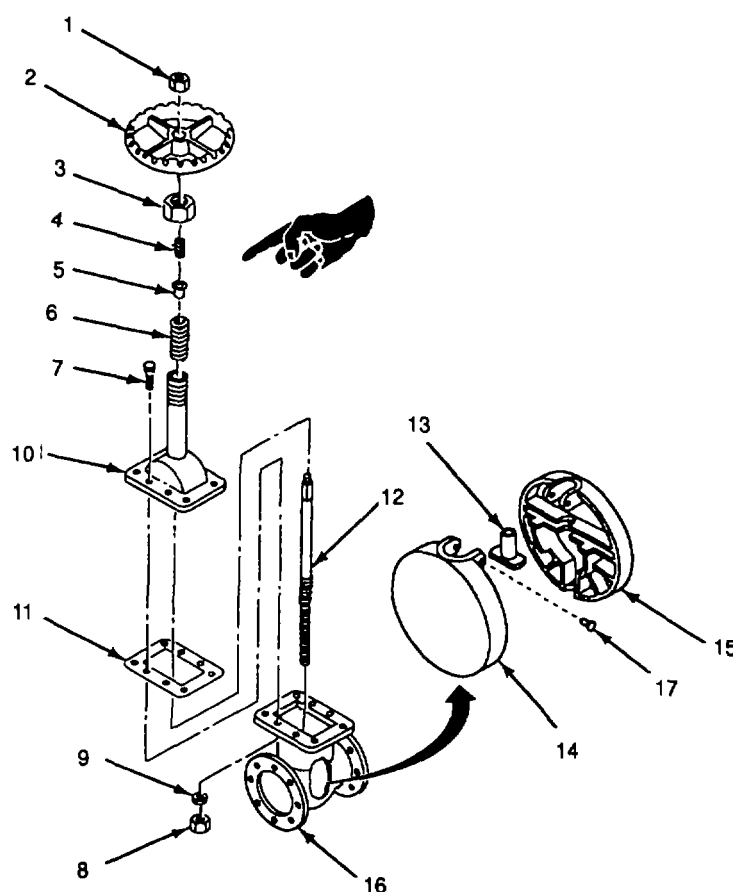

Figure 4-3. 4-Inch Gate Valve
a. **DISASSEMBLE (Figure 4-3).**